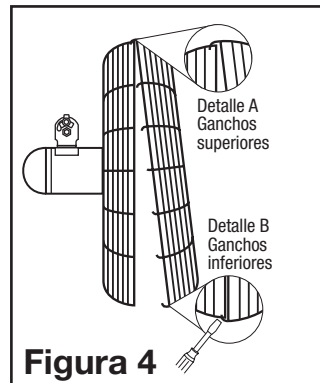

Figura 4
3. Sostenga la parrilla delantera de modo que el nombre, en el centro, esté al derecho y horizontal. Empezando en la parte superior: fije la parrilla delantera a la parrilla trasera deslizando los ganchos de alambre de la parrilla delantera sobre el anillo exterior de la parrilla trasera (**Figura 4 / Detalle A**). Será necesario usar un destornillador en los ganchos inferiores para terminar el armado. Párese detrás del ventilador. Deslice la punta plana del destornillador entre las parrilla delantera y parrilla trasera, junto a uno de los ganchos sin fijar (**Figura 4 / Detalle A**). Tire del mango del destornillador hacia arriba hacia la parrilla trasera. Empuje el gancho de la parrilla delantera para deslizarlo sobre el anillo exterior de la parrilla trasera. Repita el procedimiento con los ganchos restantes.